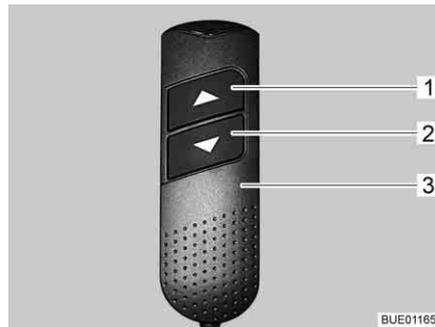

Fig. 78 Elemento de mando manual
- En el elemento de mando manual (Fig. 78,3), pulsar ambas teclas de flecha (Fig. 78,1 y 2) al mismo tiempo y mantenerlas pulsadas hasta que la cama elevada se haya desplazado completamente hacia arriba y se oiga un pío.
- En el elemento de mando manual (Fig. 78,3), pulsar la tecla de flecha (Fig. 78,2) y mantenerla pulsada hasta que la cama elevada se haya desplazado a la posición final inferior.
- En el elemento de mando manual (Fig. 78,3), pulsar la tecla de flecha (Fig. 78,1) y mantenerla pulsada hasta que la cama elevada se haya desplazado a la posición final superior.
- Tras el restablecimiento, con la tecla de flecha (Fig. 78,1 ó 2), desplazar la cama elevada en la dirección opuesta, hasta el tope final.